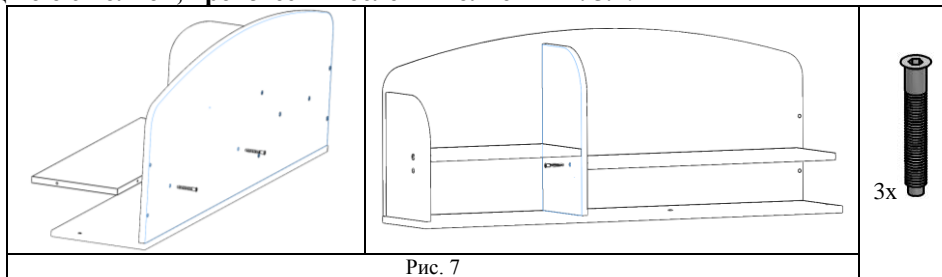

Рис. 7
5.6. К сборке по п. 5.5 прикрутить полку (поз. 3) при помощи винтов конфирмат (поз. 1 пакет № 121) в следующей последовательности, см. рис. 7, 7а:
Рис. 7а